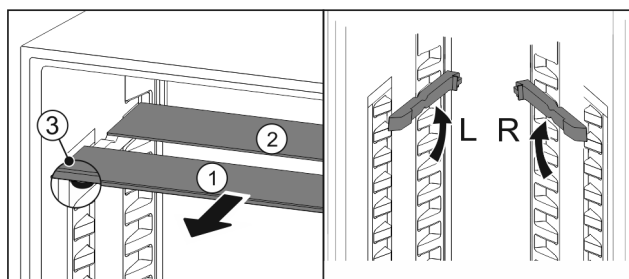

Fig. 69
- ▶ Træk glaspladerne ud enkeltvis fremad Fig. 69 [1].
- ▷ Glaspladen Fig. 69 [1] med pyntelisten ligger foran.
- ▷ Stoppene Fig. 69 [3] peger nedad.